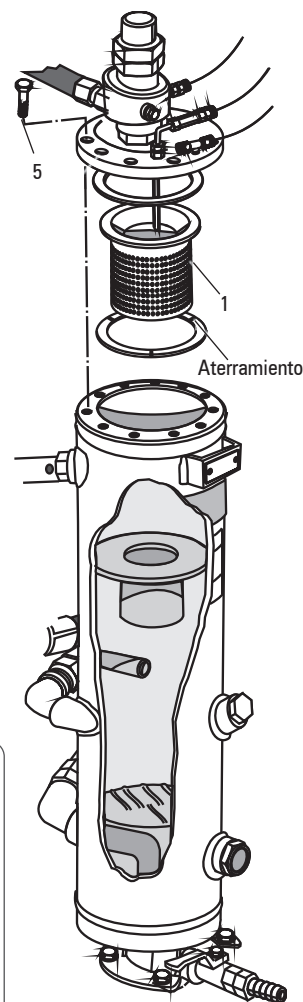

FIGURA 17.9
Para realizar el reemplazo del elemento separador proceda conforme es indicado a seguir y verifique la Figura 17.9. El período de reemplazo del elemento separador está indicado en la Tabla 17.3
- Para compresores SRP SRP 4150 y 4200 hay un apoyo en el depósito para facilitar la eliminación de su cubierta, como en la Figura 17.9.